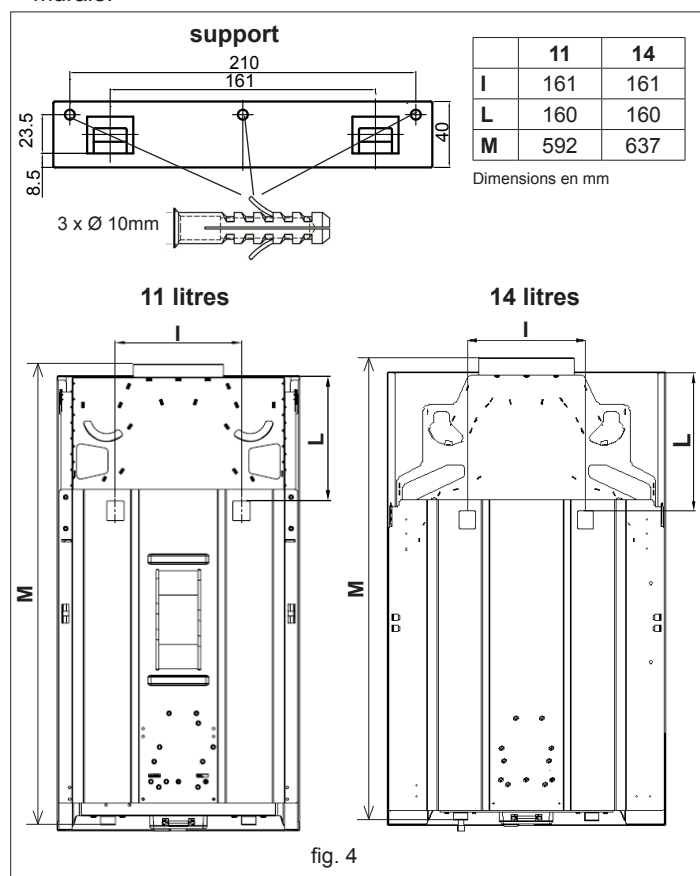

fig. 4
- Dans la fig. 4 sont indiquées les cotes de l'appareil pour sa fixation murale.